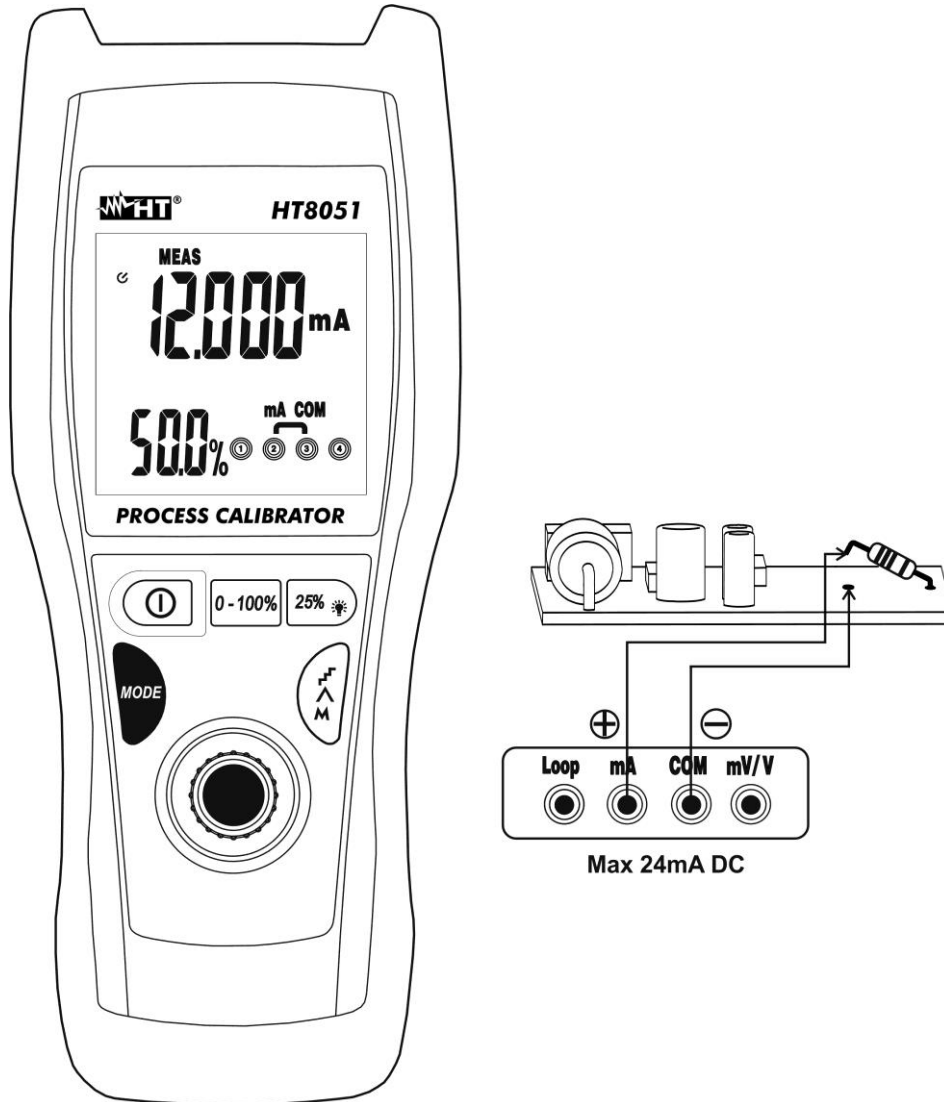

Fig. 5: Medição de correntes CC
4. Ligar a ponteira verde e a ponteira preta em série com o circuito do qual se pretende medir a corrente respeitando a polaridade e o sentido da corrente (ver a Fig. 5).
6. A mensagem "-OL-" indica que a corrente em exame excede o valor máximo mensurável pelo instrumento. O instrumento não executa medições de corrente com polaridade oposta em relação à ligação da Fig. 5. O valor "0.000" é apresentado no display.